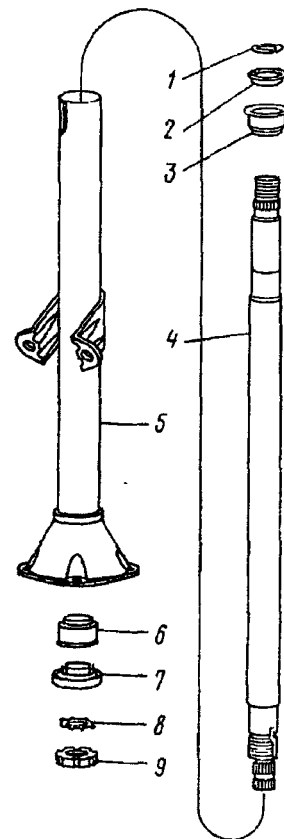

Рис. 252. Колонка рулевого управления:
1. Установите рулевую колонку в тисках, разогните ус шайбы 8 (рис. 252), отверните гайку 9	Отвертка, ключ для круглой шлицевой гайки, тиски
6. Установите на вал 4 (см. рис. 252) подшипник 3, разжимное 2 и упорное 1 кольца	Медная наставка, молоток, отвертка, посуда для омазки